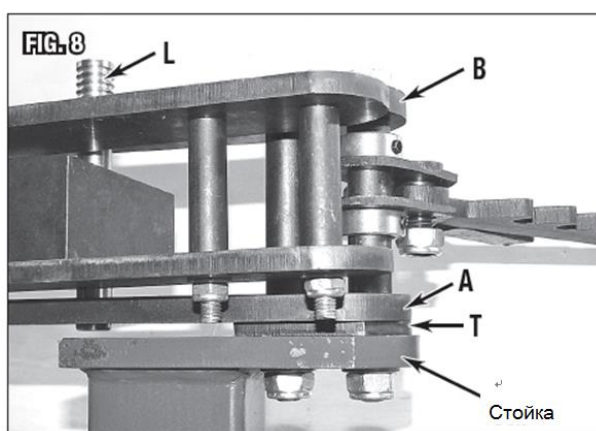

Рис. 8
3. При монтаже, распорная пластина (Т) должна быть расположена между нижней пластиной рамы (А) и монтажной поверхностью. Это необходимо для того, чтобы обеспечить полный проход направляющего штифта через пластины (Рис. 8).
4. Проверка выравнивания: Временно вставить направляющий штифт (L) Ø7/8"x6-3/4" [Ø22x172 мм] в отверстия Ø22,5 в обеих пластинах рамы, чтобы выровнять их. Затянуть оба болта М12 и гайки затем снять направляющий штифт (Рис. 8).